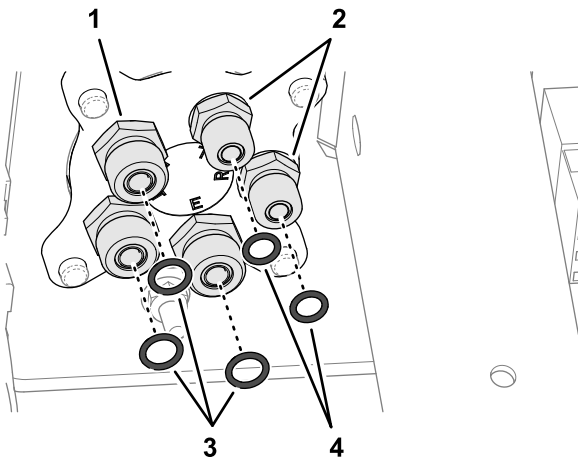

Figure 112
1. Déposez les 3 joints toriques qui se trouvent sur les raccords -6 de la soupape de direction (Figure 112).
2. Posez 3 nouveaux joints toriques 9,2/1,8 mm dans les rainures des raccords -6 (Figure 112).
3. Déposez les 2 joints toriques qui se trouvent sur les raccords -4 de la soupape de direction (Figure 112).
4. Posez 2 nouveaux joints toriques 7,6/1,8 mm dans les rainures des raccords -4 (Figure 112).